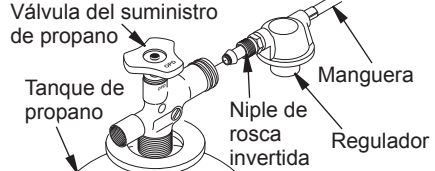

Figura 2. Conexión del calentador al tanque de propano
1. Apriete con una llave la tuerca del conector de combustible en la válvula del tanque de propano (consulte la figura 2). Gire la tuerca del conector de combustible en sentido contrario a las manecillas del reloj para apretarla. Las roscas aprietan hacia la izquierda.